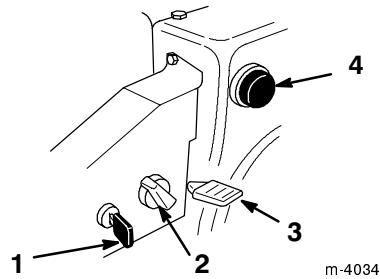

Figure 18
- **Clé de contact** (Fig. 18)—Insérez la clé dans le commutateur d'allumage avant de mettre le moteur en marche. Pour couper le moteur, retirez la clé de contact.
- **Starter** (Fig. 18)—Pour mettre en marche un moteur froid, tournez la commande de starter dans le sens des aiguilles d'une montre à la position *“On”* (en service). A mesure que le moteur se réchauffe, tournez progressivement le starter dans le sens contraire des aiguilles d'une montre à la position *“Off”* (hors service).
- **Commande d'accélérateur** (Fig. 18)—Déplacez la manette vers le haut pour augmenter le régime du moteur, ou vers le bas pour le réduire. Abaissez complètement la manette pour arrêter le moteur.
- **Amorceur** (Fig. 18)—Appuyez sur l'amorceur pour envoyer une petite quantité d'essence dans le moteur afin de faciliter le démarrage par temps froid.
2. Retirez la clé de contact du commutateur d'allumage (Fig. 18).
3. Enlevez le bouton de starter (Fig. 18).
4. Tournez le starter en position “*On*” (en service) (Fig. 18).
5. Insérez la clé de contact (Fig. 18).
6. Couvrez l'orifice central de l'amorceur (Fig. 18) avec le pouce et appuyez lentement sur l'amorceur à trois reprises.
9. Dès que le moteur a démarré, tournez le starter (Fig. 18) à la position 3/4. A mesure que le moteur se réchauffe, tournez le starter à la position 1/2. Quand le moteur est suffisamment chaud, tournez le starter à la position "Off" (hors service).
6. Fermez le robinet d'essence (Fig. 18).